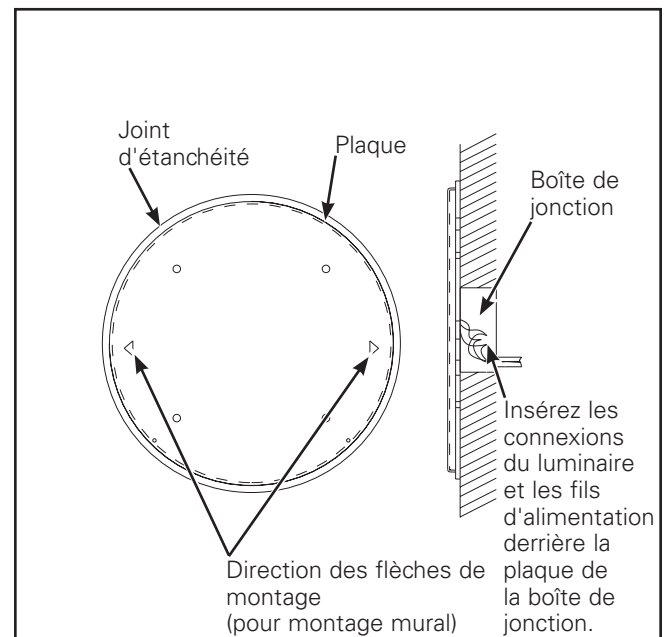

Figure 1. Assemblage de plaque et joint d'étanchéité
3. Positionnez au plafond ou au mur par-dessus une boîte de jonction. Utilisez la plaque de montage comme gabarit pour marquer les emplacements (Figure 1.). Pour un montage mural, remarquez l'indication « up » (haut) sur la plaque de montage. Si vous utilisez une option avec paupière, assurez-vous que le déflecteur est dirigé vers le haut.